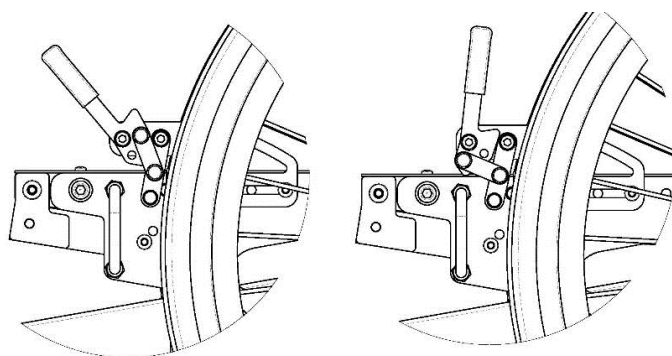

Fig. 15 Standard hjulbremseser i låst/ulåst position.
2. For at deaktivere hjulbremsesen (fig. 15 til højre) trækkes håndtaget mod hjulet, til bremsesen frigives.